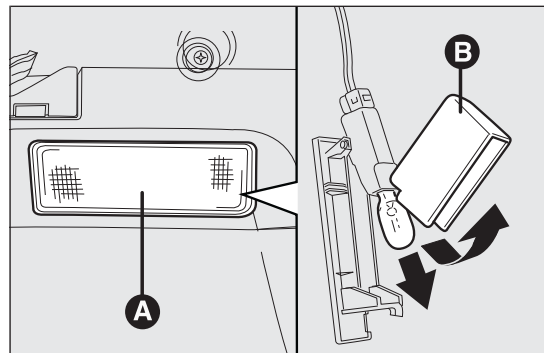

fig. 156
- ☐ extraer la lámpara A fig. 156 haciendo palanca en el punto indicado por la flecha.